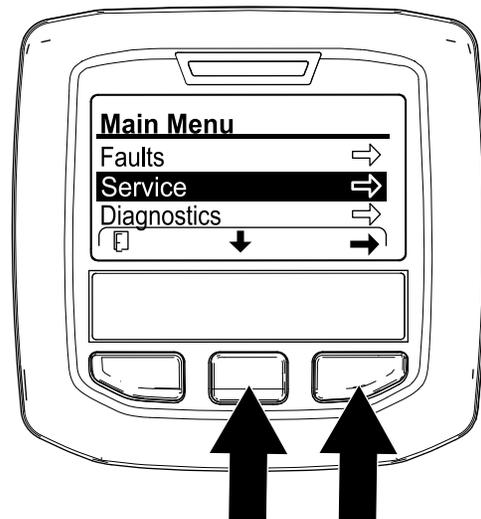

Рисунок 103
3. В инфо-центре перейдите в MAIN MENU (ГЛАВНОЕ МЕНЮ) (Рисунок 103).